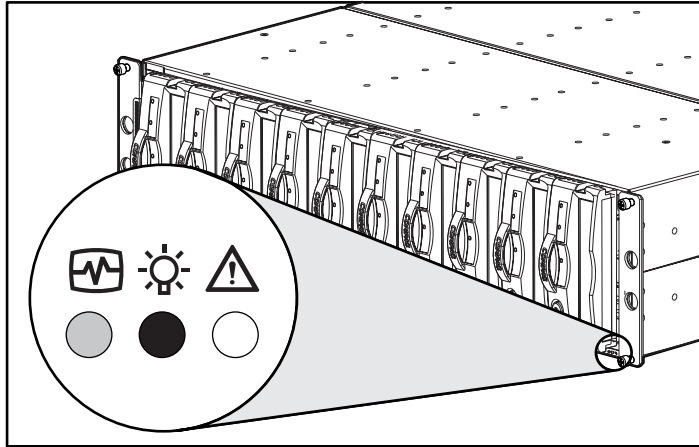

Figura 4-3. LED de estado frontales
La EMU controla los tres LED de estado del receptáculo (consulte la Figura 4-3) que indican el estado de la EMU y del receptáculo, así como la alimentación y los errores del mismo.
- Con funcionamiento normal, parpadea una vez por segundo aproximadamente. Esto es lo que se llama “latencia”. La presentación de los LED de la EMU y del receptáculo que se encuentran en la parte frontal (consulte la Figura 4-3) es idéntica.